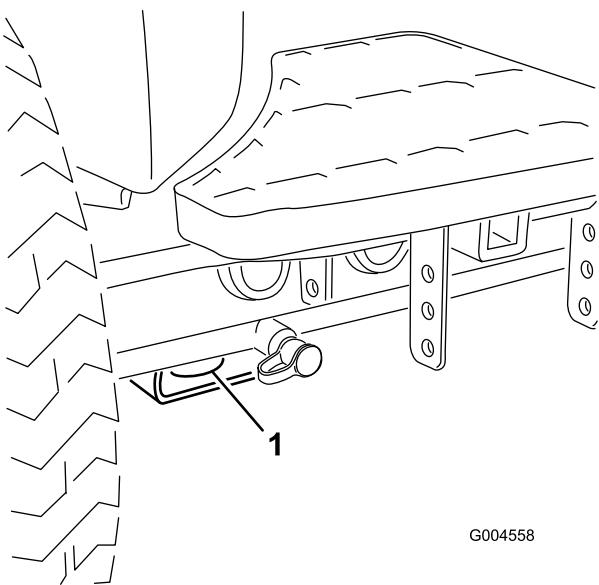

Figura 39
- Dianteira – o orifício na pastilha retangular, por baixo do tubo do eixo, dentro de cada pneu dianteiro (Figura 39).